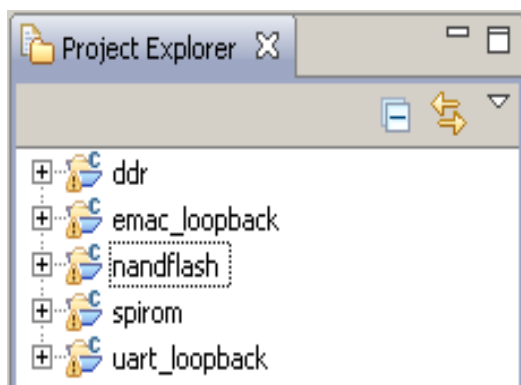

图 1-1-3
5. 最后按下[Finish]，等待软件导入工程完成。至此工程成功导入到 CCS 软件中，可在[Project Explorer]窗口中看到导入的工程目录，如图 1-1-3 所示：